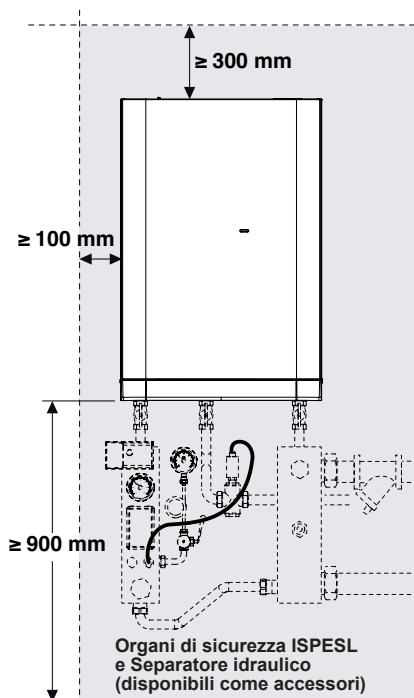

Figura 5.1
- Lasciare intorno all'apparecchio le distanze minime tali da permettere l'installazione ed il libero accesso a tutti gli organi di sicurezza previsti per l'impianto (Figura 5.1) e comunque, come da D.M. del 12/04/1976, le centrali termiche a gas che impiegano apparecchi di potenza maggiore o uguale ai 35 kW si devono lasciare gli spazi minimi per la corretta manutenzione.